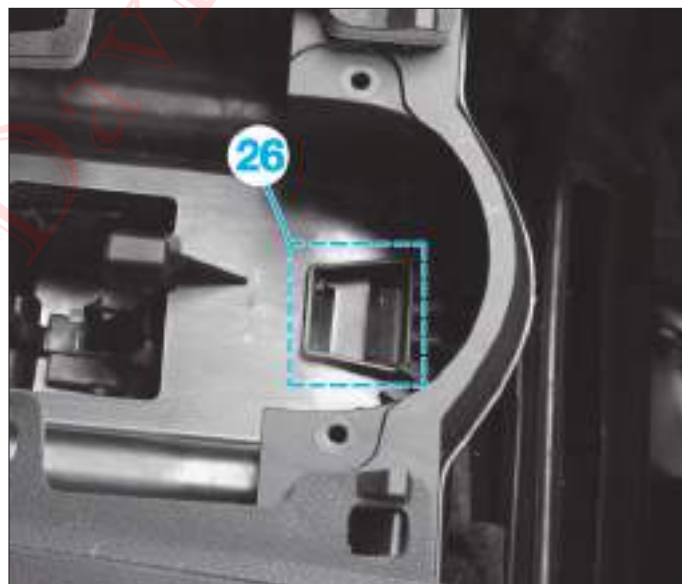

FIG. 35
- Pousser la planche de bord vers l'avant au niveau de l'aérateur central puis la soulever pour la dégager du blocage (26) (**Fig.35**).